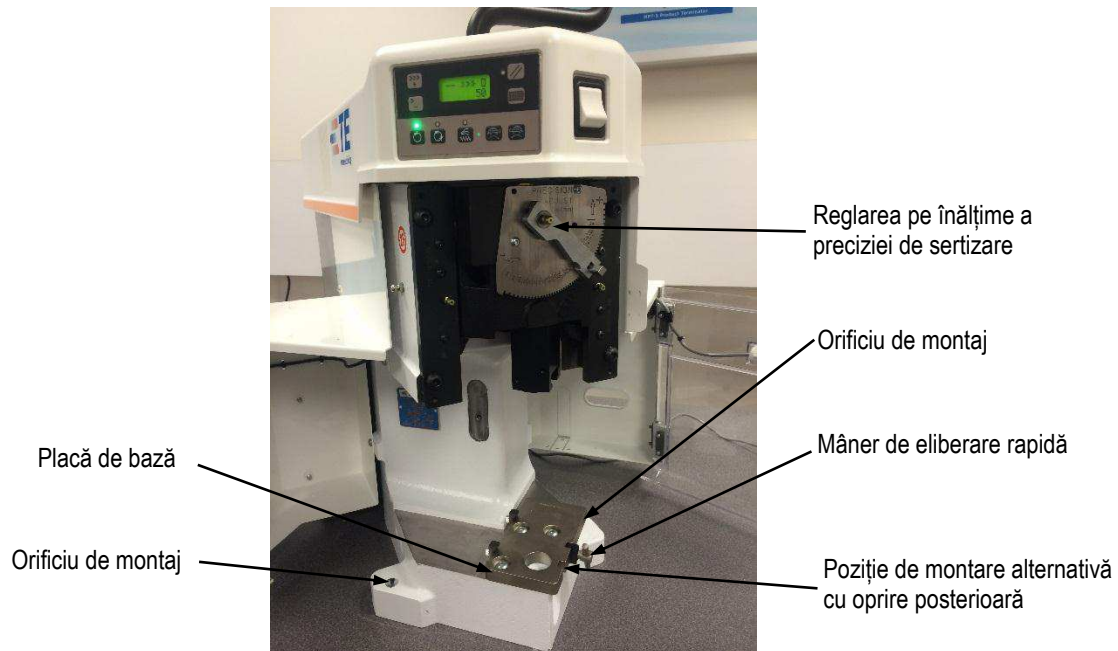

Figura 9
3. **Placa de bază** asigură suprafața de montaj pe care se instalează aplicatorul. Caracteristica de înclchetare cu eliberare rapidă permite montarea și demontarea ușoară a aplicatorului. A se vedea Figura 9.
4. **Grupul de reglare pe înălțime a sertizării** utilizează un excentric aflat în articulația pistonului, împreună cu opririle limitatoare de cursă ale mecanismului, pentru a regla înălțimea sertizării. Indexarea mecanismului în oricare direcție modifică înălțimea de sertizare în incremente de aproximativ 0,01 mm [0,0004 in.] pe pas. Pentru mecanismul de reglare pe înălțime a preciziei de sertizare, a se vedea Figura 9.
*Mașina trebuie fixată bine cu șuruburi de banc, folosind orificiile de montare a mașinii indicate în Figura 9. Echipamentul este furnizat de client. Mașina nu va depăși suprafața bancului în partea frontală.*
1. Slăbiți mânerul T cu eliberare rapidă (vezi Figura 9) și glisați în jos clema bazei aplicatorului.
Când utilizați aplicatorul 567200-2 (prevăzut inițial pentru utilizare cu mașina de sertizat terminații AMP-O-LECTRIC Model „K”), slăbiți mânerul T cu eliberare rapidă, glisați în jos clema bazei aplicatorului și scoateți opritorul posterior aflat în partea stângă a plăcii de bază. Montați opritorul posterior (PN 354561-1), furnizat cu setul de alimentare pneumatică, în poziția de montare alternativă de pe placa de bază. A se vedea Figura 9.